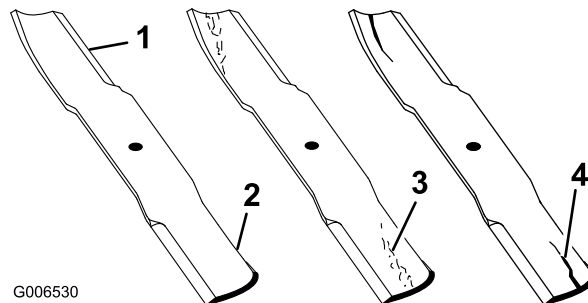

Figura 93
1. Inspeccione los filos de corte (Figura 93). Si los bordes no están afilados o tienen muescas, retire las cuchillas y afílelas. Consulte Afilado de las cuchillas.
2. Inspeccione las cuchillas, especialmente la parte curva (Figura 93). Si observa daños, desgaste o la formación de una ranura en esta zona (Figura 93), instale inmediatamente una cuchilla nueva.